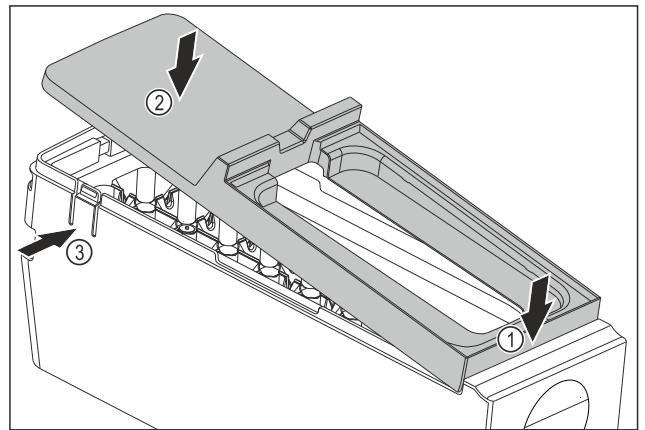

Fig. 90
- ▶ Montar la cubierta del EasyTwist-Ice: Colocar la cubierta por delante. Fig. 90 (1)
- ▶ Bajar la cubierta por detrás. Fig. 90 (2)
- ▷ La cubierta encaja en ambas lengüetas Fig. 90 (3) de forma audible.